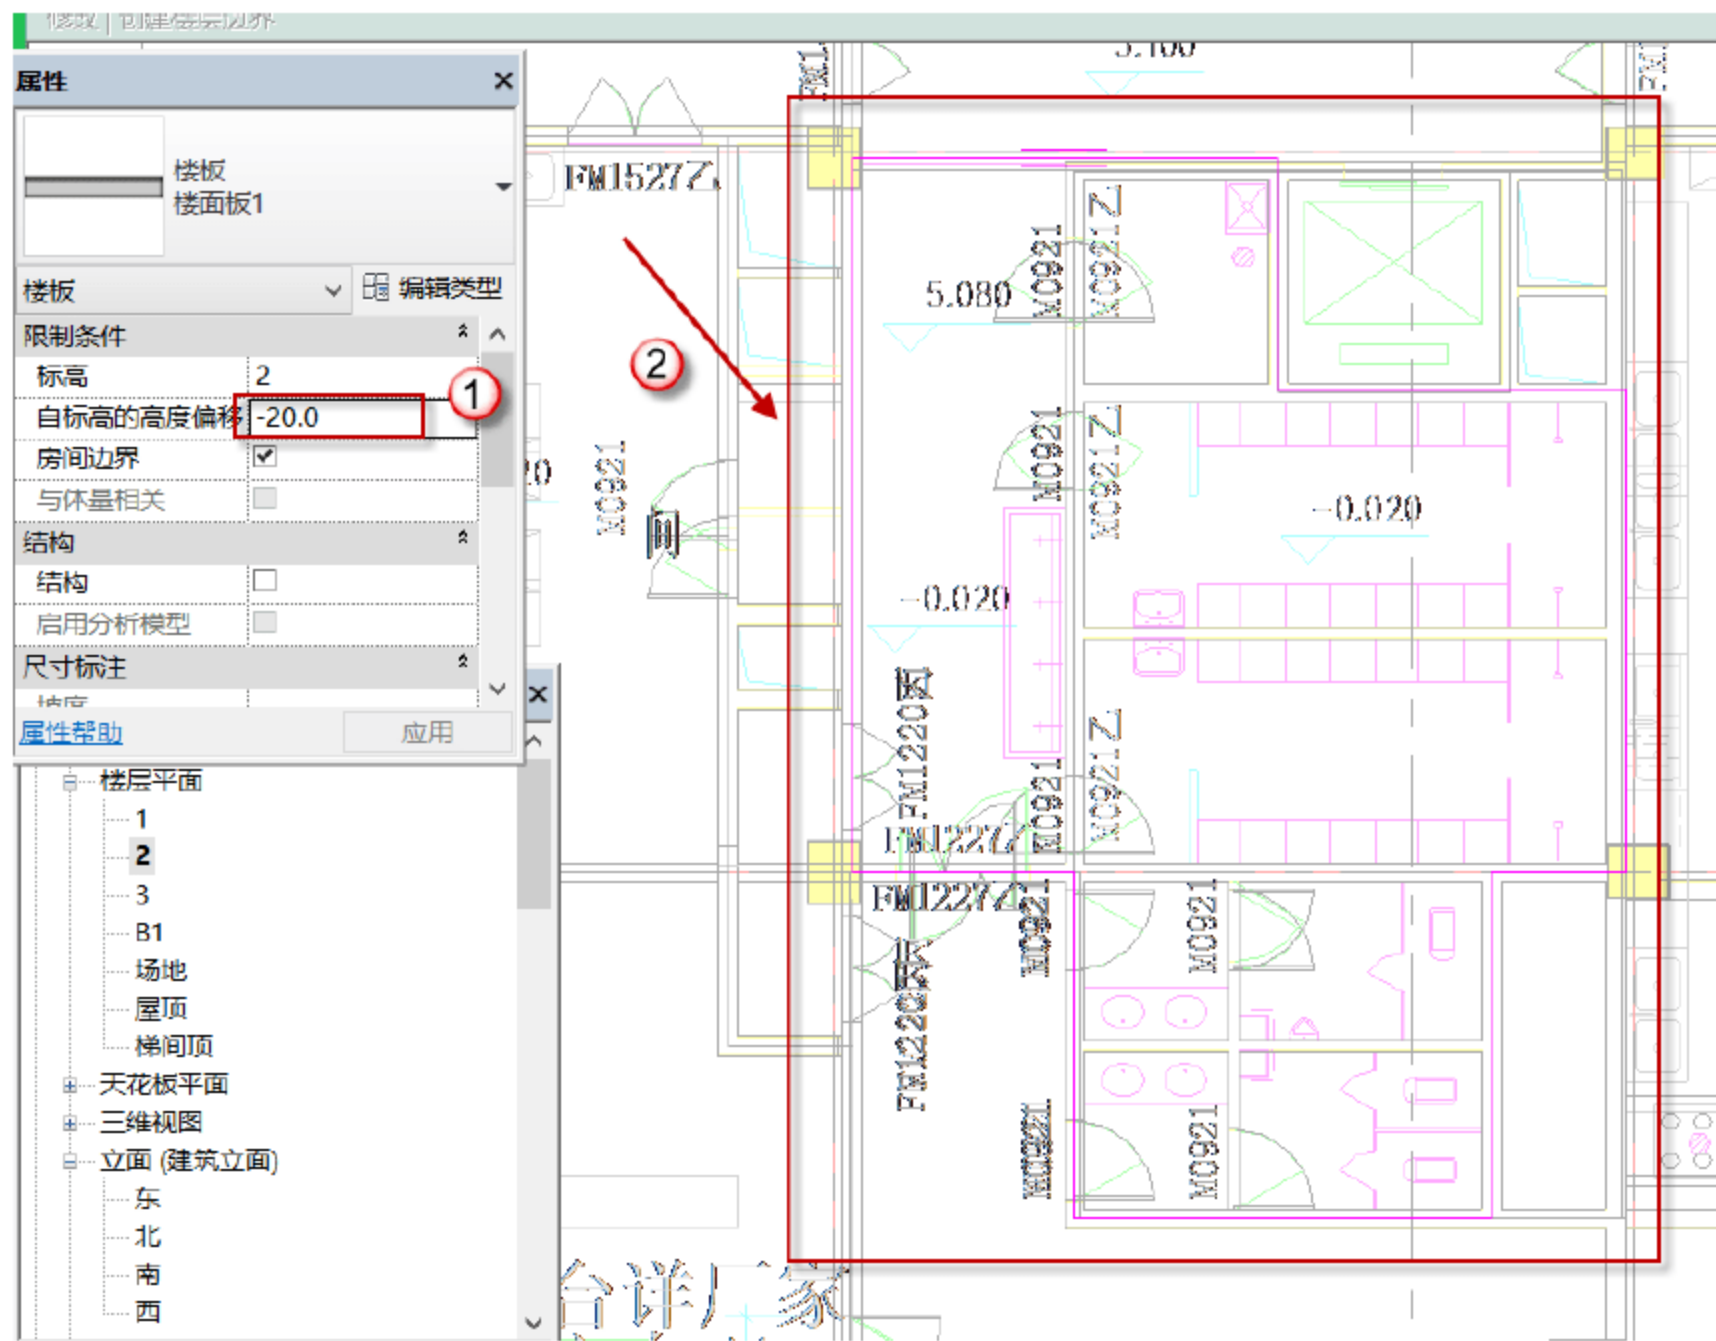

图 11.1.39 绘制部分标高偏移为“-20”的二层“楼面板 2”
(5) 4 轴到 5 轴之间标高为“-20”的“楼面板 2”的绘制。选择“建筑”→“楼板”→“建筑楼板”→“楼面板 2”命令，标高为“2”层，将标高改为“-20”，选用“直线”工具绘制，绘制路径如图 11.1.39 所示，绘制完成后，单击模式选项面板的√按钮，完成楼面板 2 的部分绘制。